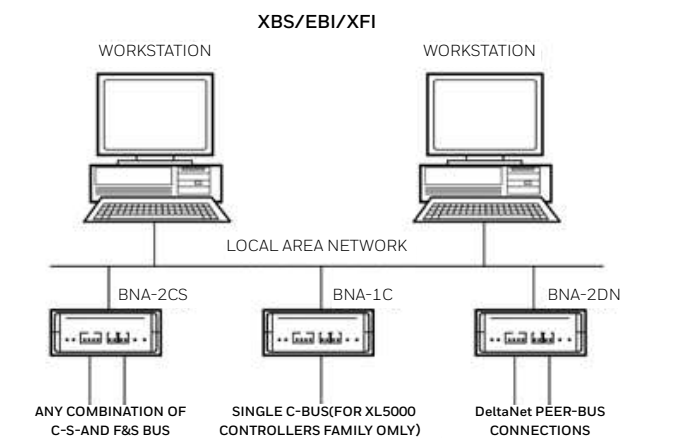
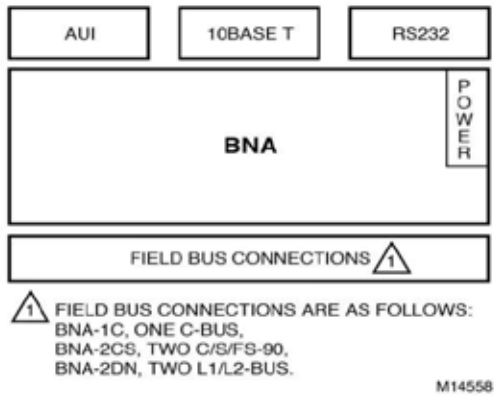

图 1 应用示例结构图
图 2 BNA 部件
- 图 1 说明了在建筑管理系统内建筑网络适配器的应用示例。部件 (参见图 2) 的显著特征如下 :